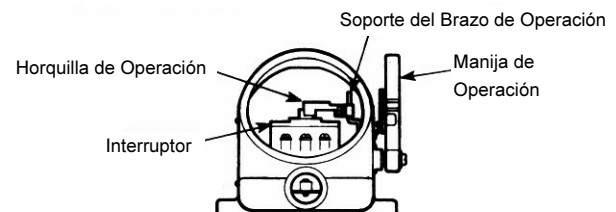

Figura 2
- A. Para retirar el interruptor automático y la placa de montaje de la envoltente; afloje el tornillo #10-32 x 3/8" en la horquilla de operación. Deslice la horquilla hacia arriba en el soporte del brazo de operación y retire. Conserve el ensamble de la horquilla de operación para su uso posterior. (Vea la figura 2).
A. Afloje el tornillo #10-32 x 7/8" de la horquilla de operación y deslice la horquilla hacia adelante en el soporte del brazo de operación y apriete el tornillo. NO quite el brazo de la horquilla. (Vea la Figura 2).
B. Quite la placa de montaje de la envoltente aflojando los cuatro (4) tornillos #10-32 x 3/8" que aseguran la placa de montaje a la envoltente. Deslice la placa de montaje lateralmente y sáquela.